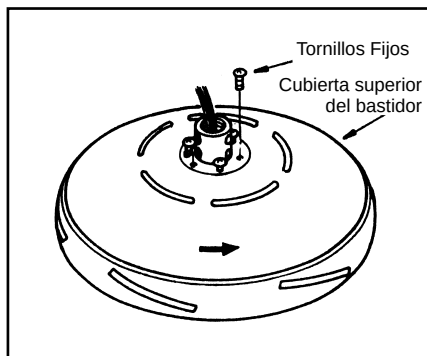

Fig.5
Paso 2. (Fig. 5) Quite los tres tornillos de la parte de arriba del bastidor y levante la cubierta.